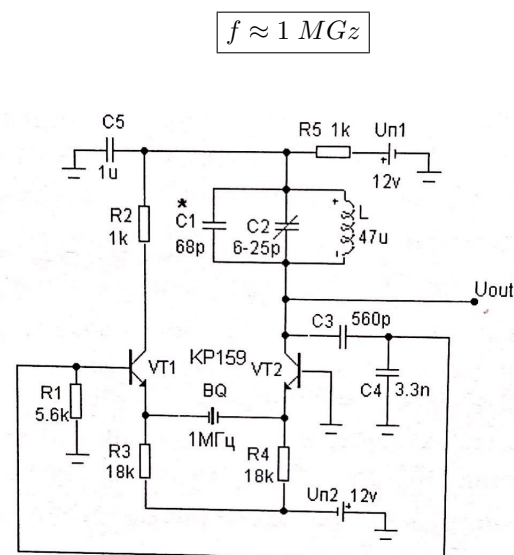

Рис. 4: Схема кварцевого генератора с использованием последовательного резонанса кварца
1. Замкнем цепь обратной связи как на рис. 4. Вместо кварца подключим резистор  $R = 300 \Omega$ . Измерим частоту выходного колебания.